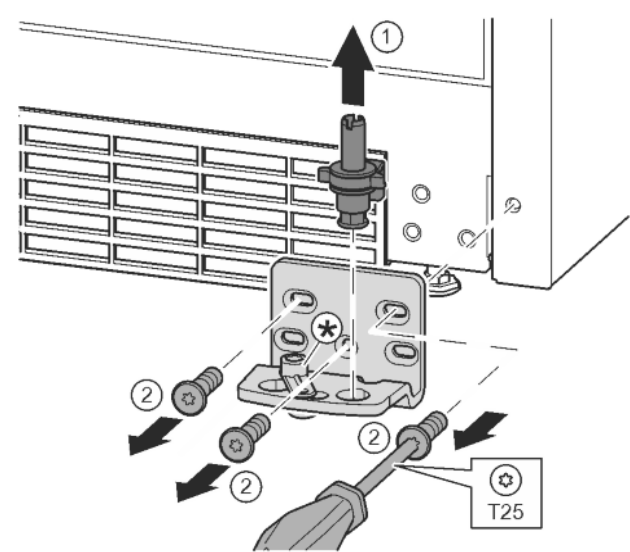

Fig. 12
- ▶ Extrageți complet bolțul de lagăr în sus. *Fig. 12 (1)*
- ▶ Deșurubați șuruburile cu șurubelnița T25 și detașați suportul de lagăr. *Fig. 12 (2)*